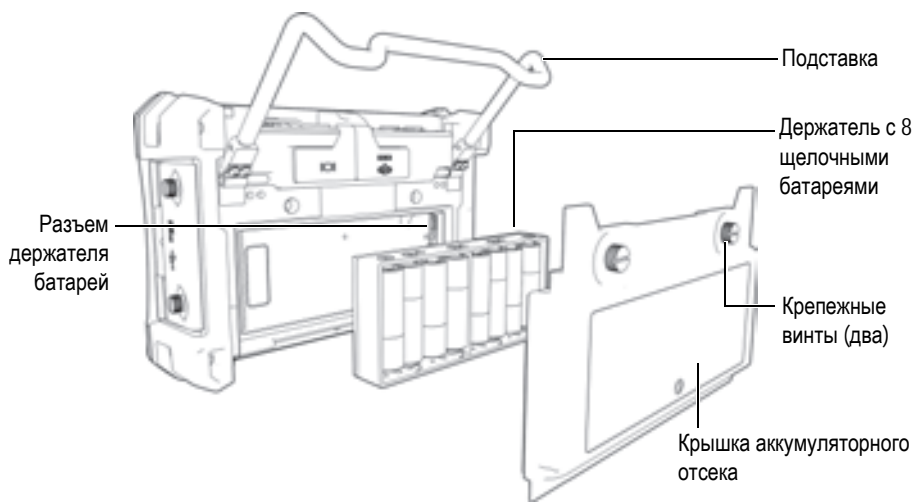

Рис. 1-12 Держатель щелочных батарей
1. Разверните подставку прибора (см. Рис. 1-12 на стр. 33).